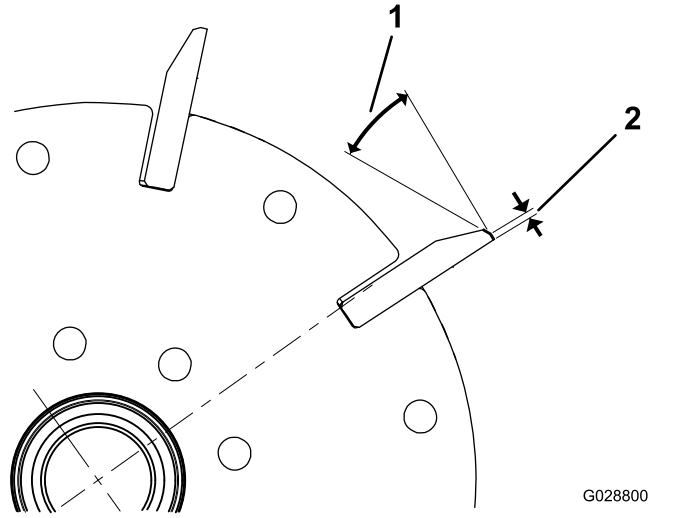
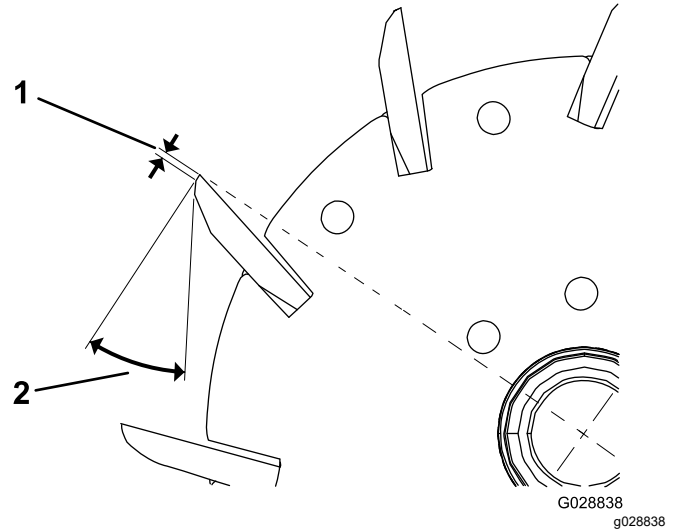

图 22
图 23
1. 对所有滚刀棱面进行 30° 铲磨直至棱面宽度达到 1.3mm 图 22 和图 23。